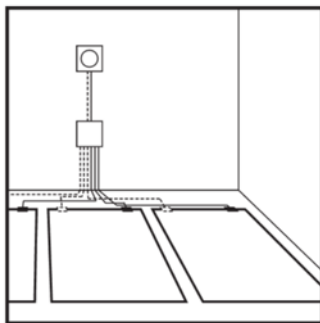

рис. 1
- Провода присоединяются в электрокоробке (см. рисунок 1 и 2) или прямо к термостату